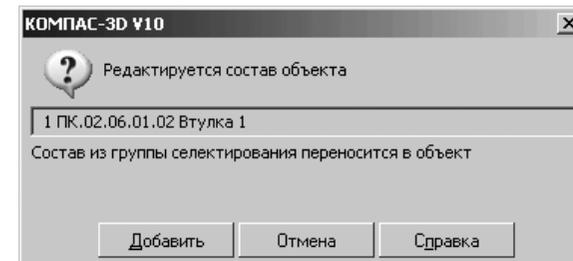

Рис. 6.119. Информационное окно системы
- щелкните в **Компактной панели** с активной кнопкой переключателем – **Спецификация** по кнопке – **Редактировать состав объекта**. Появится информационное диалоговое окно (рис. 6.119).